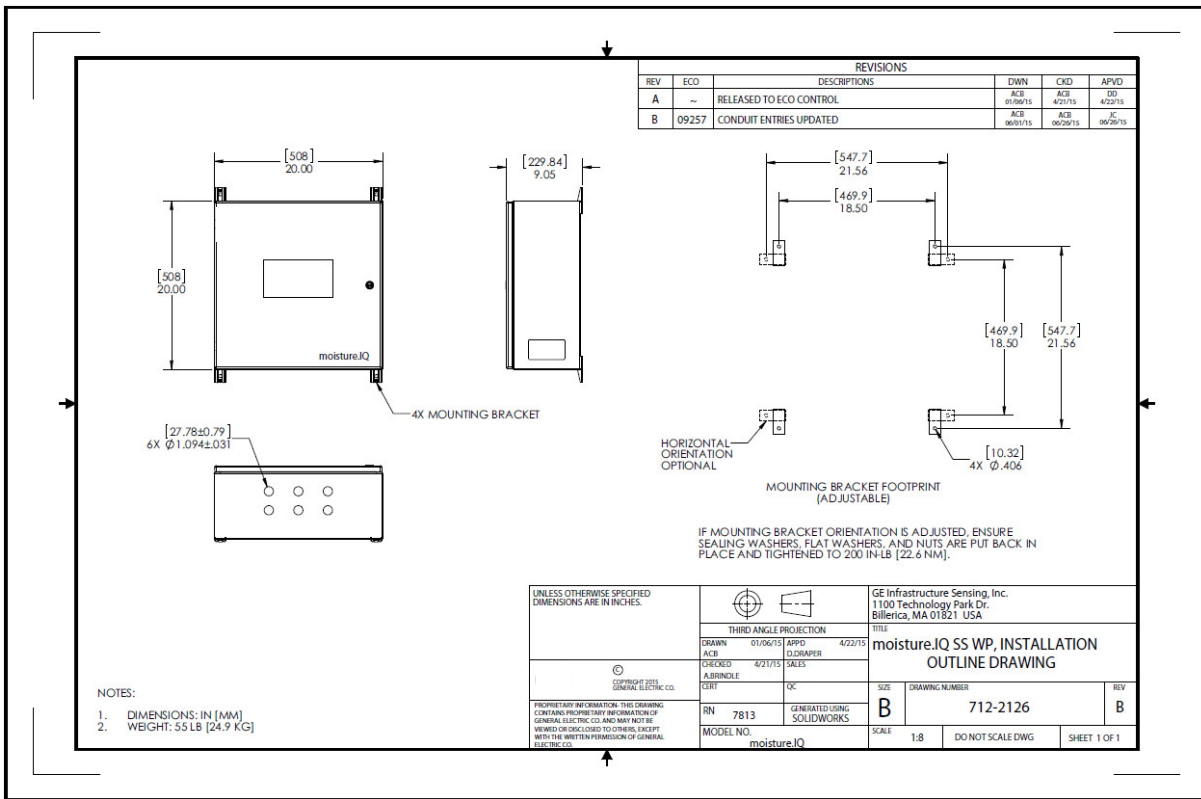
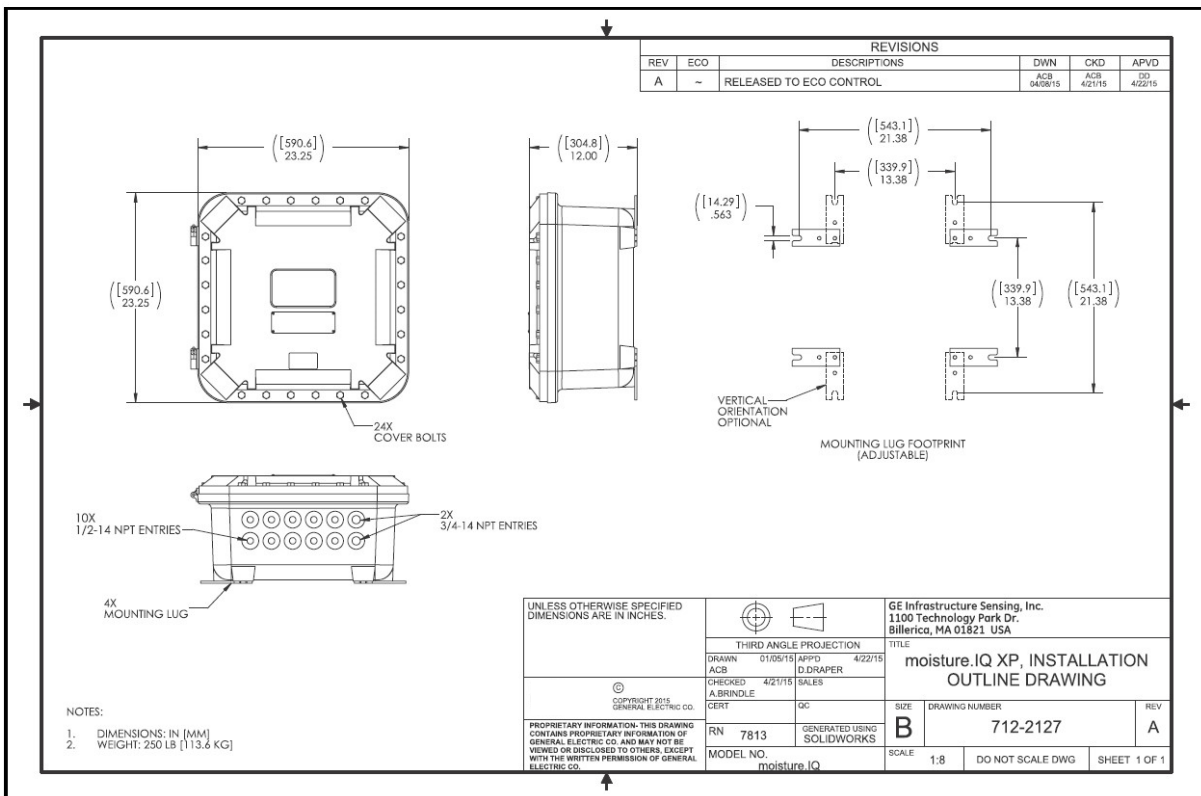

図10 : ステンレス製耐候型設置外観図 (図面712-2126、1枚中1枚目)
図11 : 防爆型設置外観図 (図面712-2127、1枚中1枚目)
- 設置については、設置図面712-2126ステンレス製耐候型（6ページ図10参照）、および712-2127防爆型（6ページ図11参照）に適合する必要があります。